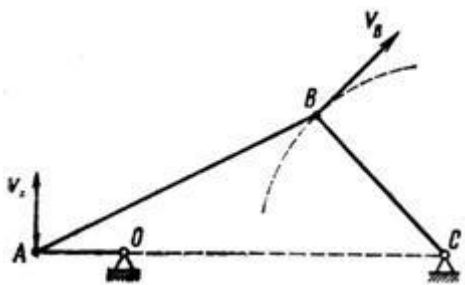

Рисунок 3
3. В четырехзвенном механизме $OABC$ (рис. 3) точка A движется по круговой траектории радиусом $OA = 0,15 \text{ м}$, а точка B – по дуге радиусом $BC = 0,3 \text{ м}$, $OC = 0,5 \text{ м}$. Определить для данного положения механизма скорость точки B , если $v_A = 4,55 \text{ м/с}$.